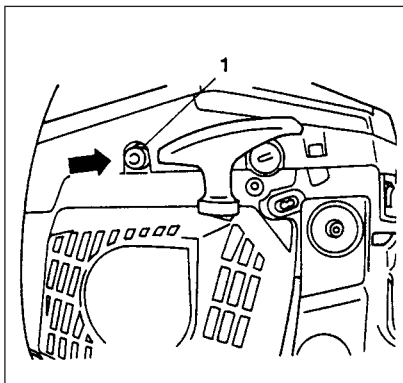

Fig. 2-2B
- \* Tryk dekompresionsventilen (1) (hvis udstyret med. Denne ventil vil returnere, når motoren startes). (Fig. 2-2B)